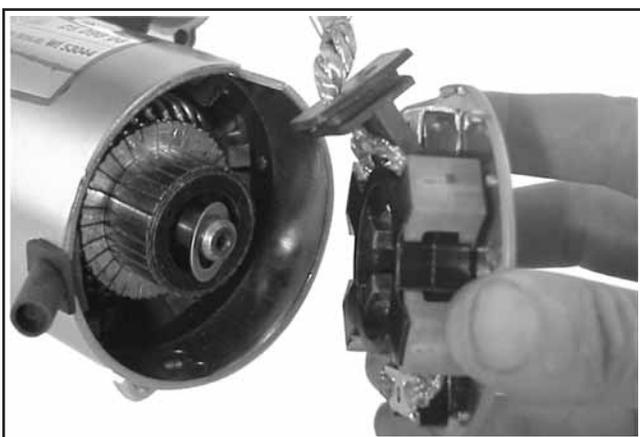

Figure 8-34. Dépose de la plaque d'extrémité du commutateur.
5. Retirer la plaque d'extrémité du commutateur comportant le support de balais, les balais, les ressorts et les capuchons de blocage. Retirer la rondelle de butée de l'intérieur de l'extrémité du commutateur. Voir la figure 8-34.